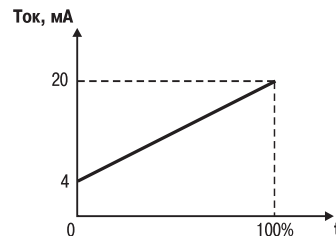

Рис. 10
3.2.11.4. Для дистанционного контроля положения задвижки или затвора по желанию пользователя может быть установлен модуль, обеспечивающий стандартный токовый сигнал 4...20 мА, линейно увеличивающийся от полностью закрытого до полностью открытого положения (рис. 10).